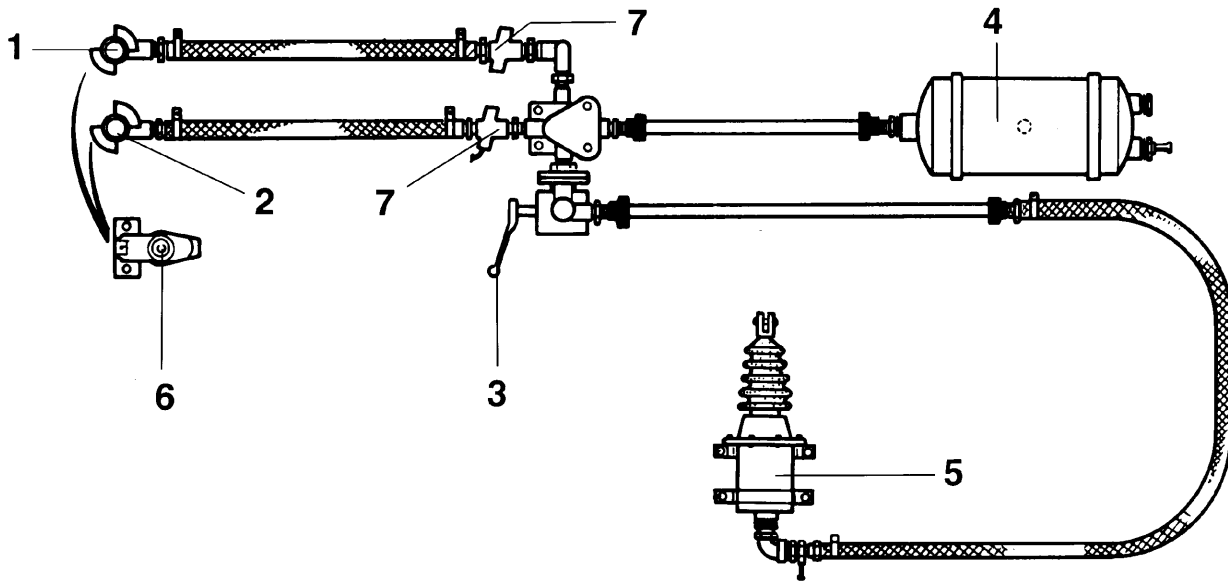

Fig. 57
2. Kupplungsköpfe vor dem Einkuppeln auf Sauberkeit überprüfen und auf richtiges Einrasten achten! Der Kupplungskopf (Fig. 57/1) für die Bremsleitung ist gelb markiert. Der Kupplungskopf (Fig. 57/2) für die Vorratsleitung ist rot markiert.
4. Handgriffstellung des (Fig. 57/3) kontrollieren
5. Falls erforderlich, Luftbehälter (Fig. 57/4) entwässern!
7. Bremszylinderkolbenhub kontrollieren! Der Hub des Bremszylinders (Fig. 57/5) darf nur zu zwei Dritteln ausgenutzt werden, sonst Bremsen nachstellen! Beschädigte Staubschutzhüllen erneuern!
8. Nach dem Abkuppeln Kupplungsköpfe schließen bzw. in die Leerkupplungen (Fig. 57/6) am **ZG-B** einhängen!
1. Einsätze der RohrleitungsfILTER (Fig. 57/7) überprüfen und reinigen!